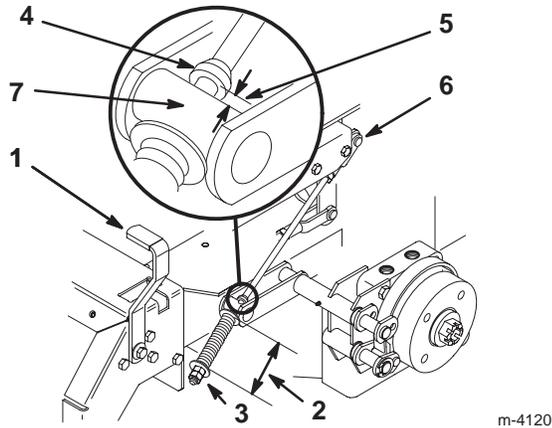

Bild 64
2. Sie sollten beim Messen der Federlänge zwischen den Scheiben 74 mm messen (Bild 64).
A. Lockern Sie die Klemmmutter unterhalb der Feder und ziehen Sie die Mutter direkt unter dem Joch an (Bild 64).
6. Messen Sie die Entfernung zwischen der Drehzapfenrolle und dem Kranz an der Bremsstange. Die Distanz sollte 5 bis 7 mm betragen (Bild 64).
B. Drehen Sie die unteren Einstellmuttern, bis Sie den korrekten Messwert erhalten (Bild 64).